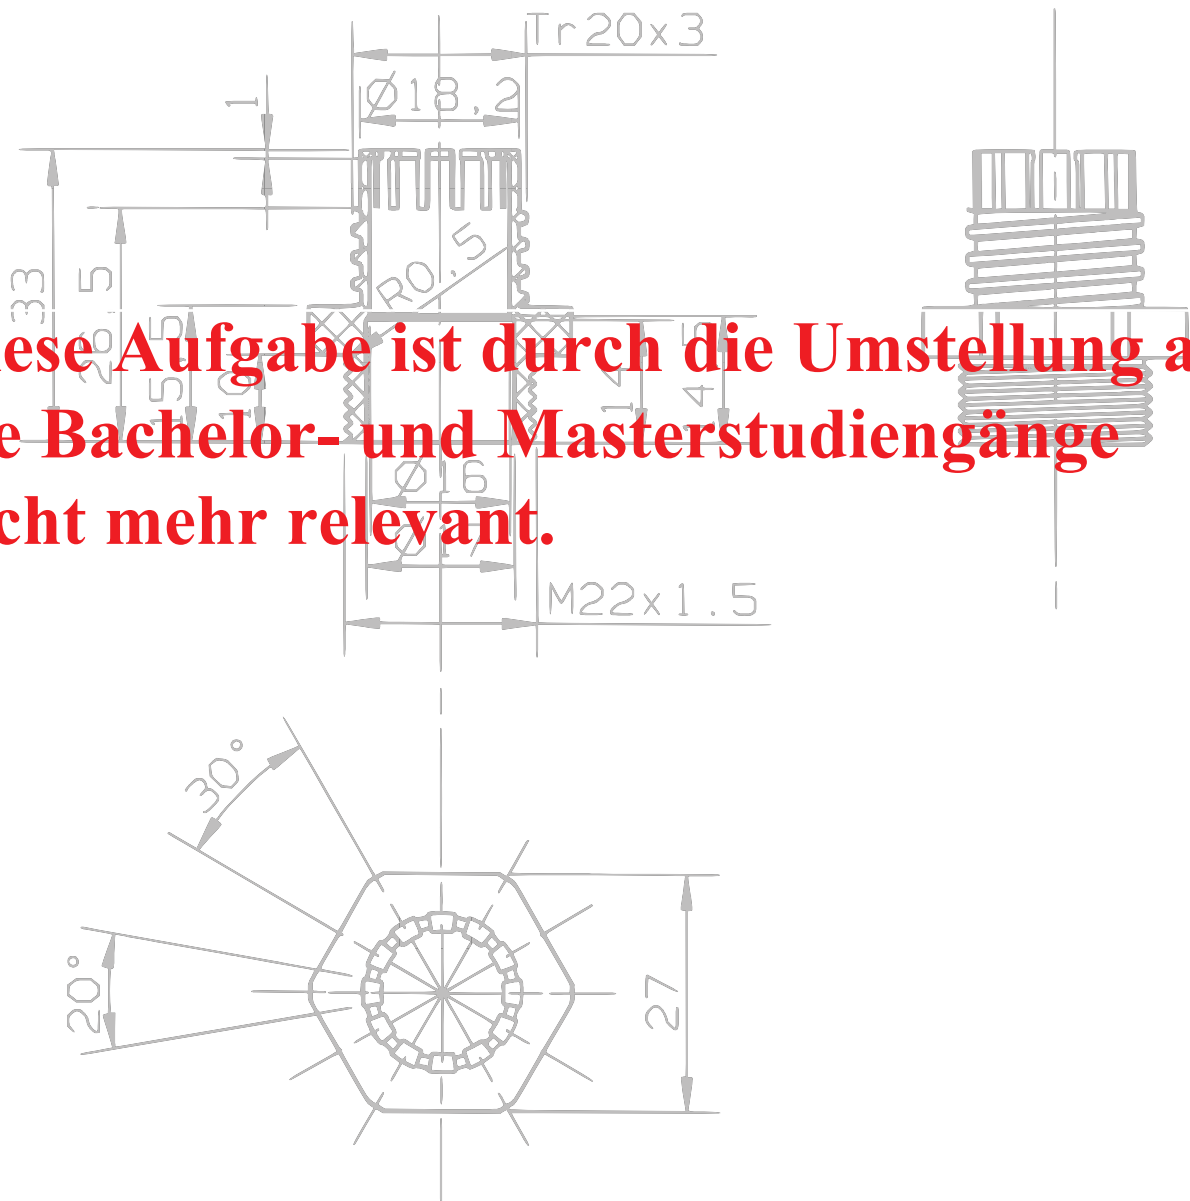

Abbildung 1: Teil einer Kabeldurchführung
In Abbildung 1 ist ein Teil einer Kabeldurchführung zur sicherheitsgerechten Montage von elektrischen Kabeln in Schaltschränken dargestellt. Das Kabel wird damit durch die Dichtung an der Durchtritts- und Kabeldurchführungseinheit, das Anguss und die Abdichtung der Durchtrittsstelle wirkt. Das gezeigte Teil soll durch Spritzgießen aus dem Material Polycarbonat hergestellt werden. Die Spritzgießform soll für die Herstellung des Bauteils für eine einwandfreie Funktion des Gewindes und der Dichtflächen keine Anforderungen an die Bauweise stellen.
- 1.2 Für das Bauteil sollen Schieber benutzt werden. Wählen Sie die Trennebene für Ihre Lösung und markieren Sie diese in Bild 1. Deuten Sie in Abbildung 1 die von dem/den Schieber(n) abzubildende Geometrie an.
- 1.3 Entwerfen Sie eine Spritzgießform als Zwei-Fach-Werkzeug (1000000 Stk./Jahr) mit welchem das Bauteil gefertigt werden kann. Die wichtigsten Abmessungen sind in Bild 1 angegeben. Das Trapezgewinde entspricht keiner genormten Größe. Alle unbekannten Maße können mit ausreichender Genauigkeit aus der Zeichnung abgemessen werden. Gestalten Sie im einzelnen